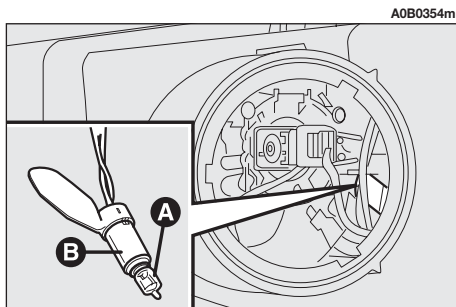

fig. 28
- Sortir l'ampoule (**A-fig. 28**) du porte-lampe (**B**), en la poussant légèrement et en la tournant dans le sens inverse des aiguilles.
- Remplacer l'ampoule et réintroduire le porte-lampe (**B-fig. 28**) dans son siège.